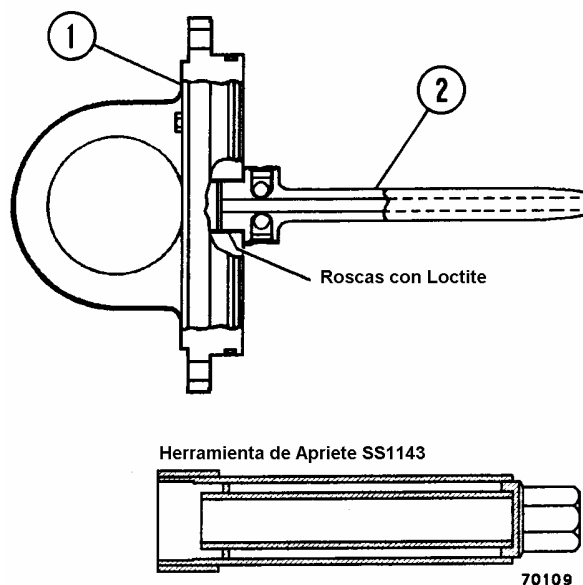

FIGURA 8-20. MONTAJE DE LA VAINA
4. La vaina (2, Figura 8-20) debe ser revisada para ver si está apretada, en caso que no haya sido soldada por puntos previamente.
- a. Revise el apriete de la vaina usando la herramienta especial SS1143 (Figura 8-20) y aplicando un torque de apriete de **1356 N.m (1000 ft. lbs)**.